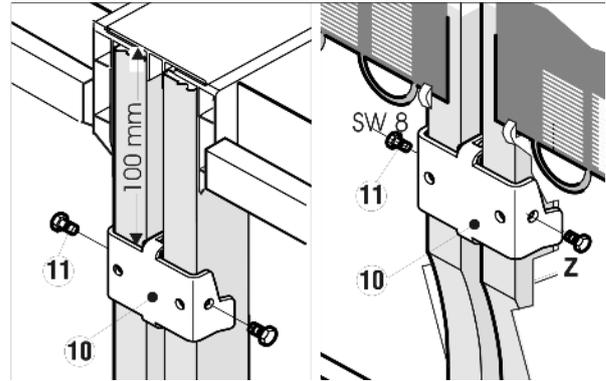

Fig. 6
- ▶ Na parte traseira superior e inferior, colocar os ângulos de fixação Fig. 6 (10) largos.
- ▶ Colocar o ângulo de fixação inferior na respectiva reentrância (Z).
- ▶ Aparafusar lateralmente ambos os ângulos de fixação Fig. 6 (10) com parafusos sextavados Fig. 6 (11).